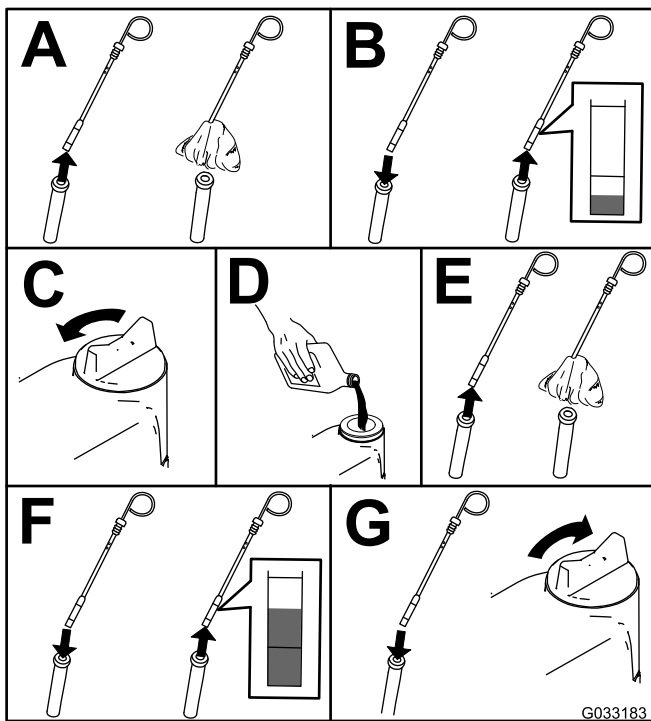

Figure 49
2. Contrôlez le niveau d'huile moteur (Figure 49).